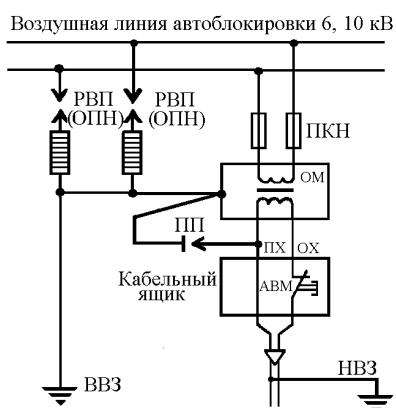
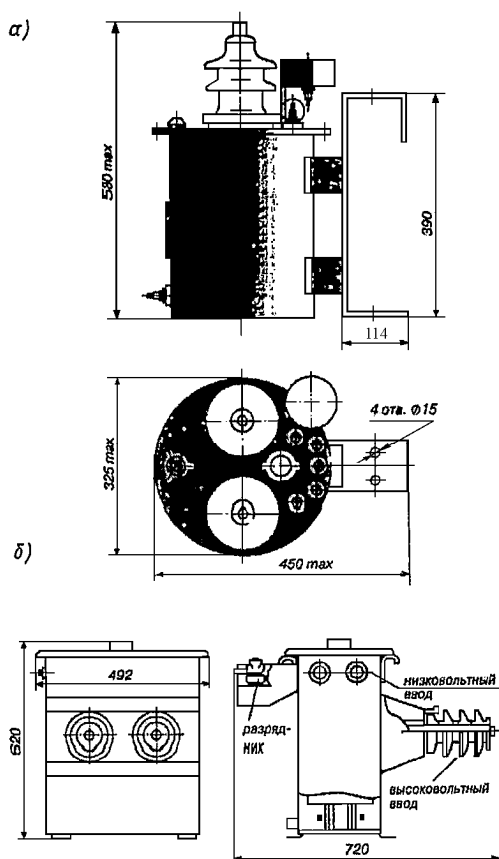
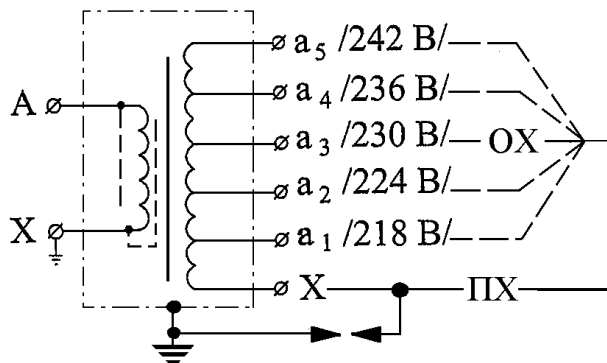

Рисунок 1 – Схема защиты линейного трансформатора ОМ от перенапряжений
Рисунок 2 – Трансформаторы типа ОМ (а) и типа ОМП (б)
Рисунок 3 – Схема трансформатора
4. Проверка разрядников РВ (ОПН) (рис. 1)	Проверить состояние фарфорового чехла, цементных швов, надежность пайки отверстия для проверки герметичности. Не допускается разгерметизация разрядника, трещины фарфорового чехла, цементных швов и других повреждений. При проверке разрядник (ОПН) должен быть испытан. Дефектный разрядник заменяют на годный. Проверить подключение шлейфов к разрядникам (ОПН) и спусков к высоковольтному контуру заземления. Он должен быть выполнен из трех прутков диаметром не менее 5 мм
5. Проверка трансформатора ОМ (рис. 2)	<p>Произвести очистку кожуха трансформатора от пыли и грязи, проверить надежность сварных швов, отсутствие вздутий и подтекания масла. При обнаружении подтекания масла осторожно подтянуть соответствующие болты. Проверить уровень масла по маслоуказателю (при наличии) и соответствие его температуре. При необходимости долить масло (по отдельному наряду).</p> <p>Проверить состояние изоляторов, подключение шлейфов. Выявленные отступления устранить.</p> <p>Проверить состояние и правильность подключения пробивного предохранителя (ПП) (рис. 1). Один из его электродов должен присоединяться к корпусу трансформатора ОМ 6-10 кВ, а второй - к проводу, идущему от низковольтного вывода обмотки в кабельный ящик.</p> <p>При необходимости выполняют регулировку уровня напряжения. На вторичной обмотке переключают вывод (рис. 3)</p>